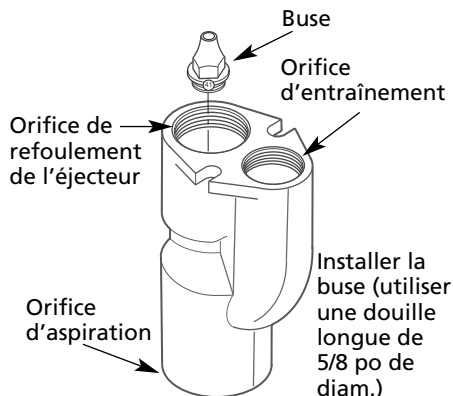

Figure 3
3. Utiliser une clé à douille longue de 5/8 po de diamètre pour visser la buse à la partie supérieure (extrémité comportant deux orifices) du corps de l'éjecteur (voir Figure 3). La buse se visse dans le troisième filetage visible à l'intérieur de l'orifice de refoulement de l'éjecteur (orifice ayant le plus grand diamètre).